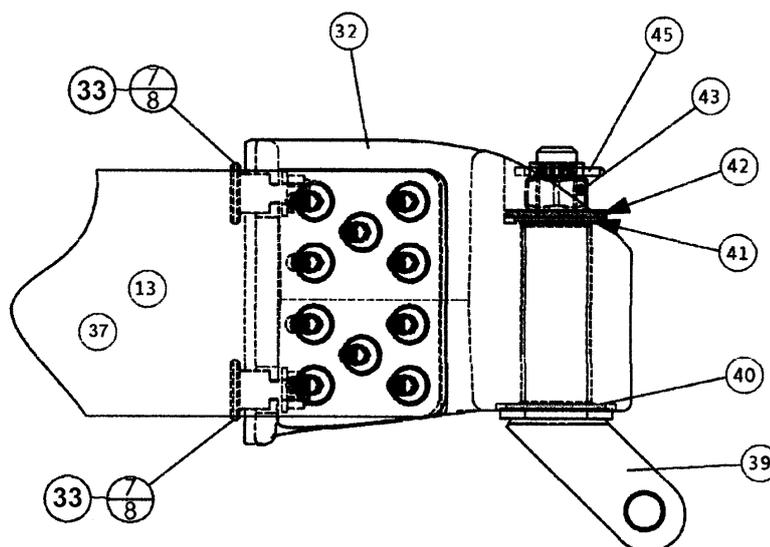

Fig.13
L'ancrage de halebas (32) sera généralement montée avec l'œil vers le bas. *La position de l'œil en bas est généralement préférable parce qu'elle permet d'obtenir un angle plus ouvert entre le halebas et la bôme, ce qui favorise la poussée vers le haut, et réduit les efforts horizontaux sur la ferrure de halebas (28). Voir fig 13.*